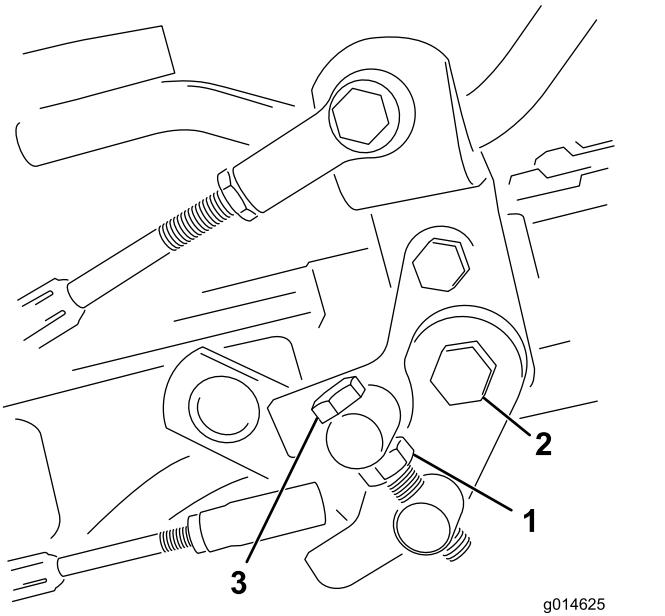

図 51
1. トランジオンボルトのジャムナットをゆるめる図 51。
4. トランジオンボルトのジャムナット、およびペダルピボットのナットを締め付けて調整を固定する図 51。調整を確認し、必要に応じて再調整する。